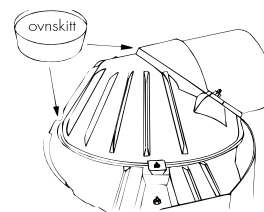
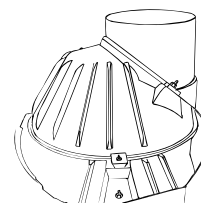

Fig. 2 Horisontalt røykuttak
Fig. 3 Vertikalt røykuttak
Peisen leveres med røykstussen umontert. Etter ønske kan denne monteres for horisontalt (10° stigning) (se fig. 2) eller vertikalt røykuttak (se fig. 3).
Husk ovnskitt ved monteringen! (Se fig. 2.) (2 stk. skruer M 6x30 - 2 stk. muttere M 6 - 2 stk. skiver M Ø 6x Ø 25 og 2 stk. skiver M Ø 6x Ø 12.)
5. Når det er tatt hull i skorsteinen, settes røykklokken på plass. Husk ovnskitt i alle sammenføyninger (se fig. 2 og 3). Etter å ha dreid denne i riktig stilling for røykrørinnføringen, låses den med festebrakettene (fig. 7). (2 stk. skruer M 6x25, 2 stk. skiver M Ø 6x Ø 25, 2 stk. skiver M Ø 6x Ø 12 og 2 stk. muttere M 6.)